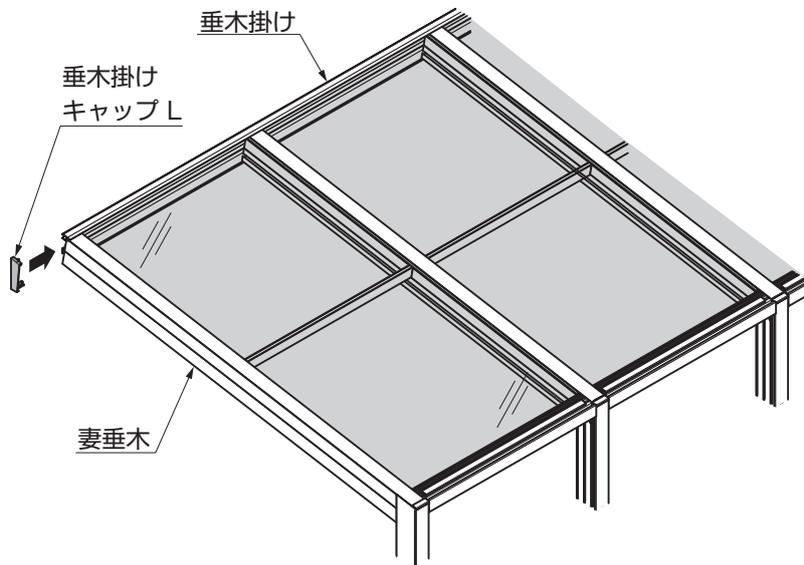

図16-2
②垂木掛けキャップを、垂木掛けに取付けてください。(図16-2参照)